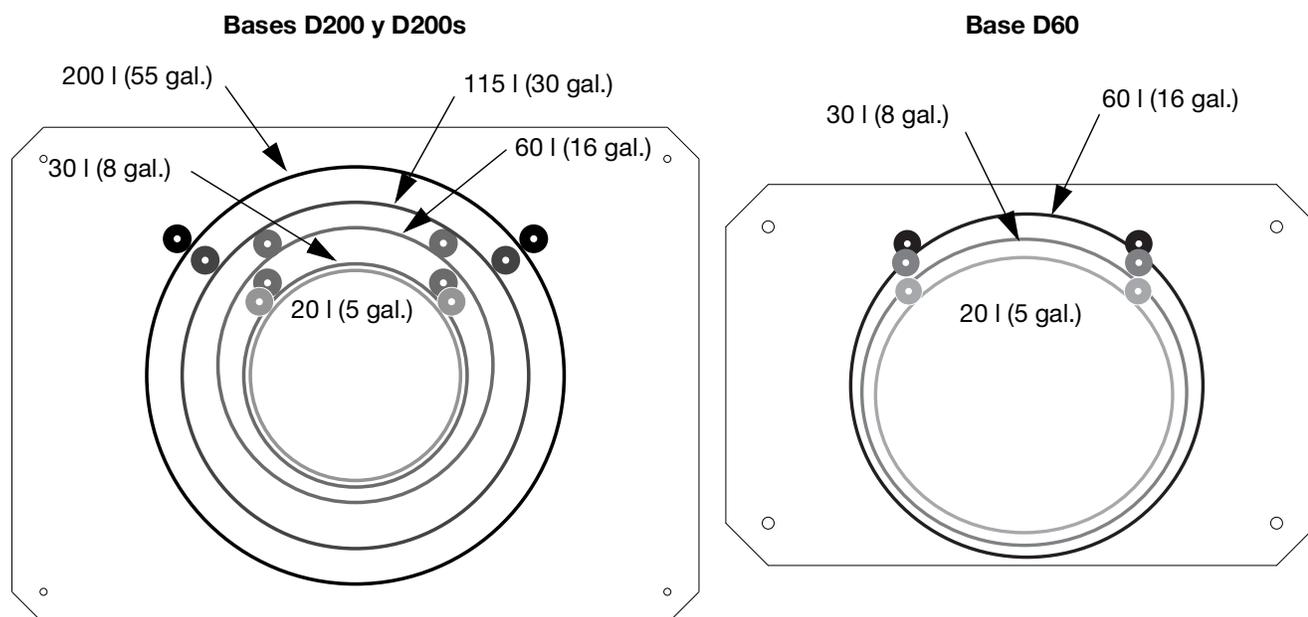

FIG. 19: Base del elevador
1. Localice el juego correcto de agujeros de montaje en la base del conjunto del elevador. Consulte la FIG. 19.